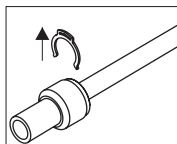

Рис. 1
- 1) Снять защитную клипсу из быстроразъемного соединения (рис.1).